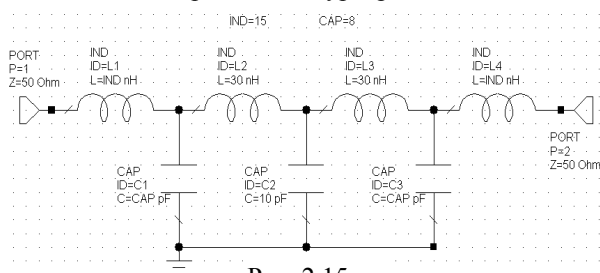

Рис. 2.15
6. Повторите шаги со 2-го по 5-ый, чтобы открыть второе окошко редактора, но наберите **CAP=8**, и щёлкните мышкой вне этого окошка. Результат показан на рис. 2.15.